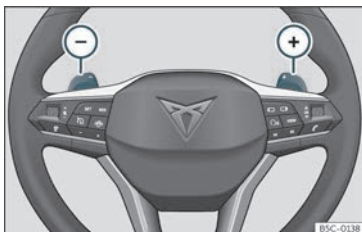

Fig. 143 Volante: alavancas de mudança automática de velocidade.
- Pressione a alavanca de mudanças (+) para engrenar uma velocidade mais alta >>> **Fig. 143**.